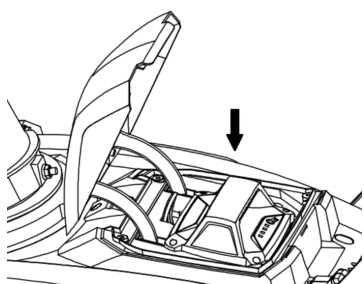

Fig.3
1. Ouvrez le couvercle du compartiment de la batterie et faites glisser la batterie verticale vers le bas comme le montre la figure 3.